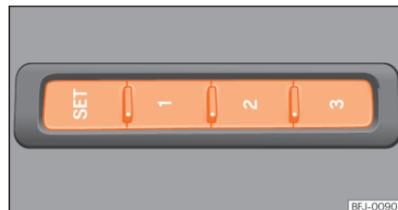

Fig. 98 No lado exterior do banco do condutor: botões de memória.
- Pressione o botão **SET** durante mais de 1 segundo »» Fig. 98.